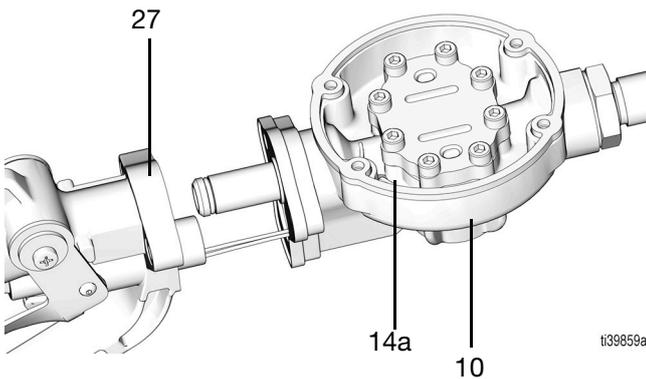

FIG. 51
14. Monte el alojamiento de la válvula (27) y el alojamiento del medidor (10) tirando suavemente de los cables de solenoide (14a) a través del orificio de acceso del alojamiento del medidor (10) (Fig. 51).